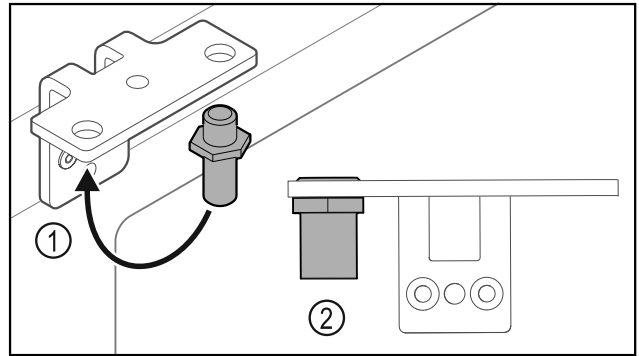

Fig. 26
- Bolzen Fig. 26 (1) im Scharnierwinkel umsetzen.
- Bolzen Fig. 26 (2) mit **Drehmoment von 12 Nm (9 ft-lb)** anziehen.